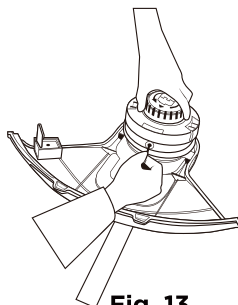

Fig. 13
- c.** Enhebre el hilo desde la posición indicada hasta la mitad del hilo y alinee los dos extremos. (Fig. 13)